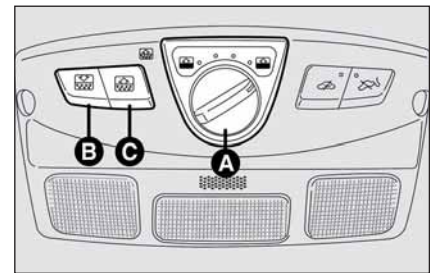

fig. 90
A partir de la position de toit complètement fermé (sélecteur rotatif en position 0), tourner la bague **A**-fig. 90 dans le sens des aiguilles en sélectionnant une des 5 positions d'ouverture disponibles.
Tourner la bague **A**-fig. 90 dans le sens inverse des aiguilles en choisissant entre l'une des 5 positions de fermeture disponibles.
A chacune des 5 positions correspond une ouverture plus ou moins ample du toit ouvrant. Pour fermer complètement le toit par une seule manœuvre, il faudra placer la bague **A**-fig. 90 sur 0.
Pour ouvrir complètement le rideau, appuyer sur le bouton **B-fig. 90**. L'ouverture du rideau s'interrompt en appuyant de nouveau sur le bouton.
Pour fermer le rideau, appuyer sur le bouton **C-fig. 90**. La fermeture du rideau s'interrompt en appuyant de nouveau sur le bouton.
- tourner la bague **A-fig. 90** complètement à gauche;
- appuyer et garder la pression sur la bague **A-fig. 90** jusqu'au bloc mécanique du toit et la lâcher ensuite;
Dans ces cas, on peut inhiber le dispositif en fermant le toit ouvrant (dans 5 secondes depuis l'intervention du dispositif), en tournant la bague **A-fig. 90** en position 0 et en la gardant appuyée jusqu'à la fermeture.